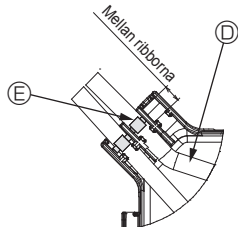

Fig. 7-6
**Montera buntbandet som håller anslutningskablarna mellan ribborna i anslutningsboxen som visas på bilden. (Fig. 7-6)**